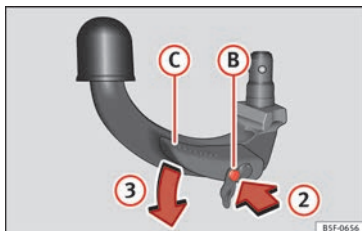

Bild 227 Steg 2
- Tryck utlösningsskruven ② i pilens riktning ③, och tryck samtidigt spaken ③ i pilens riktning ③ så långt det går » bild 227.